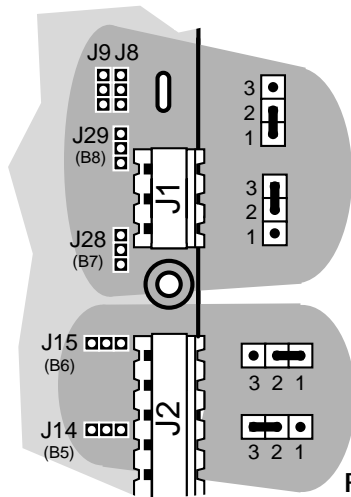

Fig. 3
9. Ponticelli per la selezione delle modalità di comunicazione della rete locale: J8, J9 (fig.3)
10. Ponticelli per la selezione degli ingressi analogici: J14=B5; J15=B6; J28=B7; J29=B8 (fig. 3)
9. Jumpers for selecting pLAN communications mode: J8, J9 (see Fig. 3)
10. Jumpers for selecting analog inputs: J14=B5; J15=B6; J28=B7; J29=B8 (see Fig. 3)